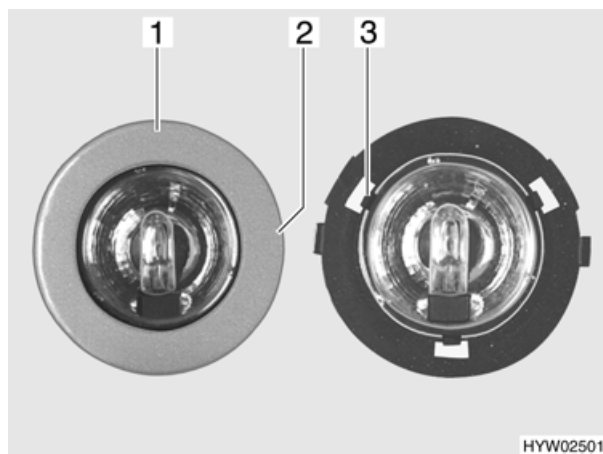

Bild 117 Halogenleuchte
- Langsam die Blende (Bild 117,1) drehen, bis die Nase (Bild 117,2) des Gehäuses in der darunter liegenden Blendennut einrastet.
- 3 Klammern (Bild 117,3) halten die Glasscheibe der Halogenleuchte im Gehäuse. Eine der 3 Klammern zur Seite drücken.